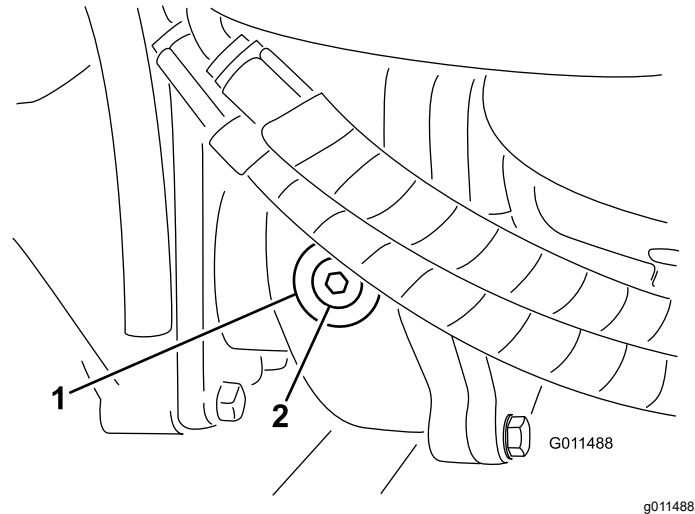

Figure 108
2. Enlevez le bouchon de contrôle/remplissage du côté gauche du boîtier d'engrenages et vérifiez que le lubrifiant atteint la base de l'orifice (Figure 108).